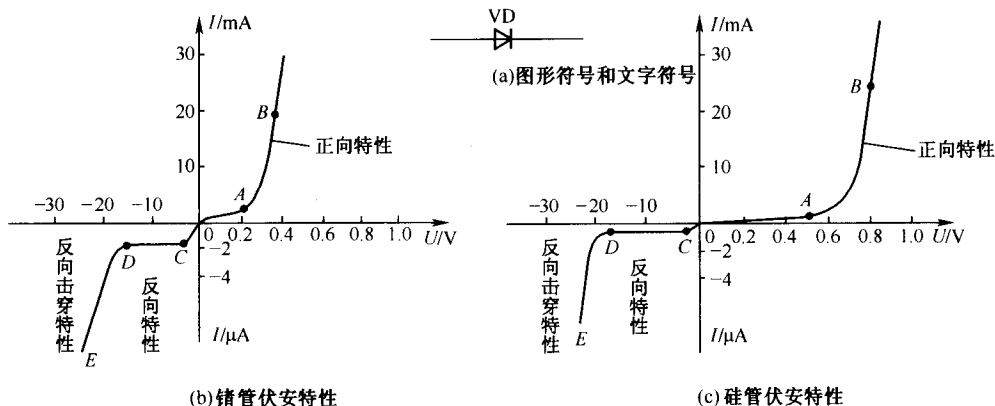

图 1.2.2 二极管的图形和文字符号与伏安特性
管伏安特性，如图 1.2.2 所示。晶体二极管用于整流、检波、限幅、隔离和保护。
外加正向电压时的伏安特性为正向特性，如图 1.2.2 (b)、(c) 中纵轴右侧部分。其特点是：
① 当外加正向电压很低时，二极管呈现的电阻较大，正向电流几乎为 0，如图 1.2.2 (b)、(c) 中 0A 段，这段区域称为不导通区或死区。一般硅二极管的死区电压约为 0.5V，锗二极管的死区电压约为 0.2V。
② 外加正向电压超过死区电压后，二极管呈现的电阻很小，正向电流增长很快，二极管正向导通，如图 1.2.2 (b)、(c) 中 AB 段，AB 段称为导通区。导通后，二极管两端的正向电压称为正向压降或管压降，也近似认为是导通电压，一般硅二极管的正向压降为 0.6~0.7V，锗二极管的正向压降为 0.2~0.3V。
外加反向电压时的伏安特性称为反向特性，如图 1.2.2 (b)、(c) 中纵轴左侧部分。特点是：
① 当二极管承受反向电压时，使二极管呈现很大的电阻，此时仅有很小的反向电流，如图 1.2.2 (b)、(c) 中 0C 段，0C 段称为反向截止区，此处的反向电流又称为反向饱和电流或反向漏电流。实际应用中，该反向饱和电流值越小越好。一般硅二极管的反向饱和电流在几十微安以下，锗二极管则达几百微安，大功率二极管会稍大些。
② 反向击穿区。击穿特性对应于图 1.2.2 (b)、(c) 中的 DE 段。当外加反向电压增大到超过某一数值时（如图 1.2.2 (b)、(c) 中 C 点所对应的  $U_{BR}$  值），是反向特性的第一个拐点，反向电压稍有增大，反向电流急剧增大，这种现象称为反向击穿。CD 段称为反向击穿区，C 点所对应的电压就称为反向击穿电压  $U_{BR}$ 。击穿后电流过大将会使管子损坏，因此除稳压管外，加在二极管上的反向电压不允许超过反向击穿电压。